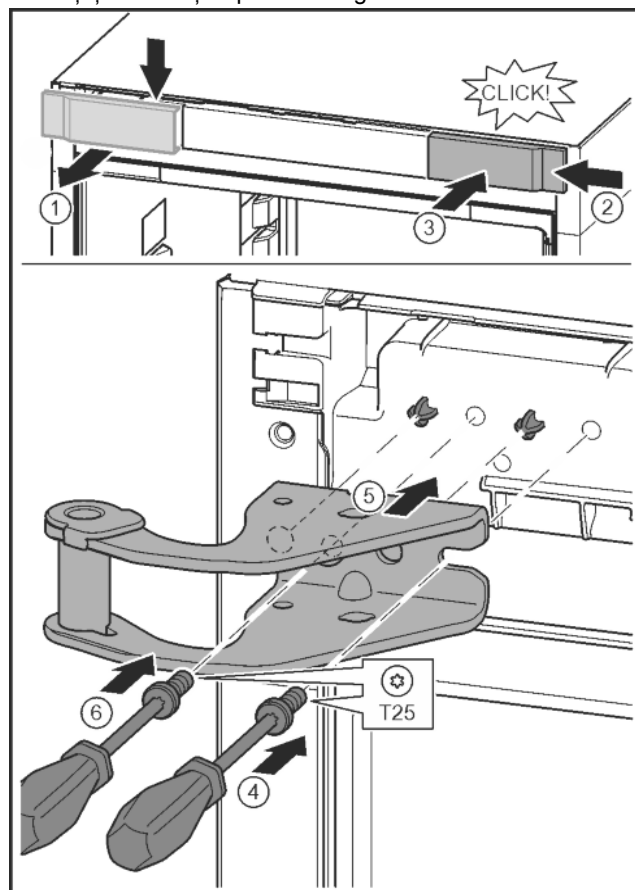

Fig. 10
- ▶ Desprindeți capacul și scoateți-l în lateral. Fig. 10 (1)
- ▶ Acroșați pe cealaltă parte din dreapta capacul rotit cu 180°. Fig. 10 (2)
- ▶ Fixați capacul în poziție. Fig. 10 (3)
- ▶ Aplicați șurubul cu șurubelnița T25. Fig. 10 (4)
- ▶ Aplicați suportul de lagăr superior. Fig. 10 (5)
- ▶ Înșurubați ferm șurubul. Fig. 10 (4)
- ▶ Introduceți șurubul cu șurubelnița T25 și înșurubați ferm. Fig. 10 (6)